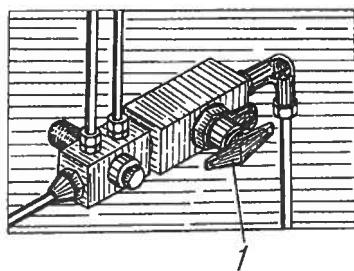

Рис. 17. Клапан отбора воздуха:
**Клапан отбора воздуха** установлен под капотом на панели кабины. Для отбора воздуха отвернуть колпачок 1 (рис. 17) клапана, навернуть на корпус клапана накидную гайку шланга, имеющуюся в комплекте инструмента.